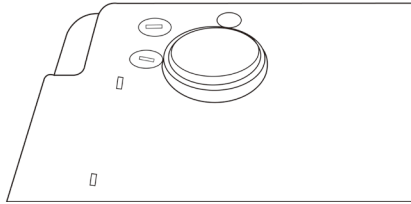

Figura 9-1 Sostituzione del fusibile
Utilizzare un cacciavite a stella per rimuovere il portafusibile in direzione della freccia (senso antiorario), quindi sostituire il fusibile danneggiato con un fusibile primario fornito o approvato dalla nostra azienda. Avvitare il portafusibile in direzione opposta per fissarlo. Il metodo di sostituzione viene mostrato in Figura 9-1:
- **Premere il portafusibile verso il basso e ruotarlo in senso antiorario come mostrato nella Figura 9-1. Dopo aver rimosso il fusibile danneggiato, sostituendolo con uno nuovo, premere il portafusibile verso il basso e ruotarlo in senso orario.**